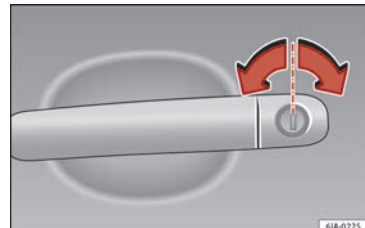

Fig. 3 Maniglia della porta del conducente con cilindretto di serratura.
- Introdurre l'ingegno della chiave nella serratura e sbloccare o bloccare il veicolo » » » fig. 3.